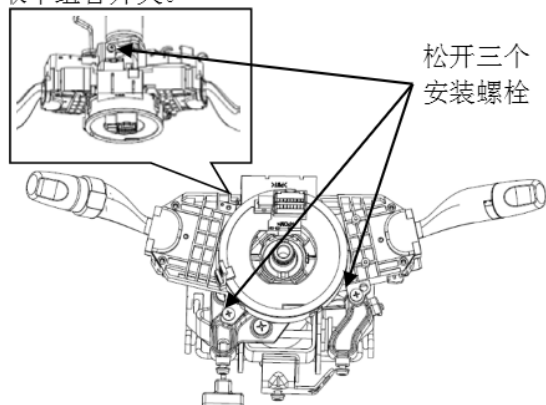

图 4-6
① 拔下所有连接在时钟弹簧、组合开关上的接插件。
② 用十字起松开组合开关的三个安装螺钉（两个位于正面、一个位于背面），如图 4-6 所示，取下组合开关。